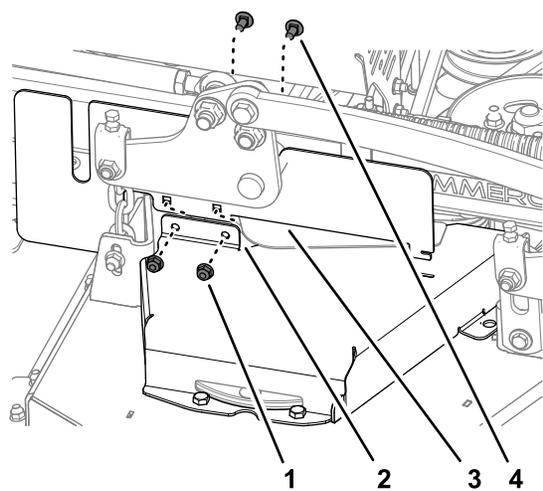

Figure 41
- Fixez le couvercle CE droit au protège-courroie droit (Figure 41) à l'aide des 2 boulons de carrosserie et des 2 contre-écrous que vous avez retirés à l'opération Dépose du protège-courroie gauche (page 28).